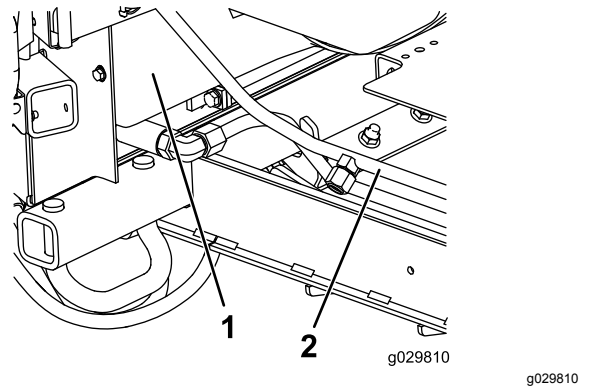
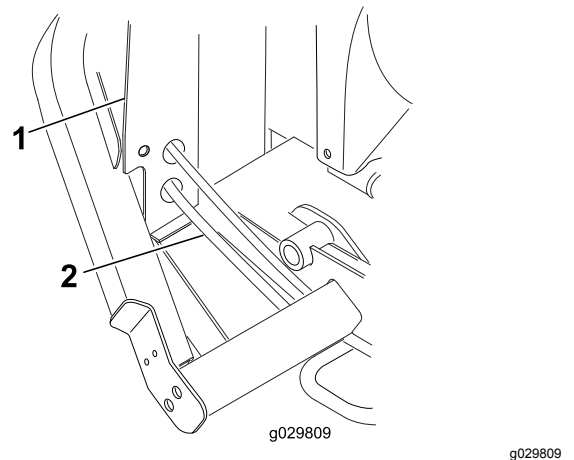

Figura 13
Figura 14
1. Sul lato destro della macchina, appena davanti al telaio del radiatore, posizionate una bacinella di spurgo sotto il flessibile di ritorno del radiatore dell'olio (Figura 13 o Figura 14).